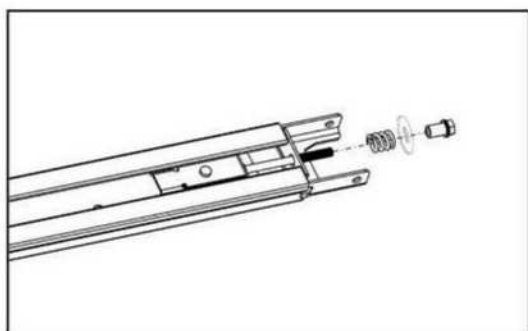

Fig.12
Paso 2. Ajuste la Tuerca y el Resorte, hasta Alcanzar la Tensión Adecuada. (Fig.12)